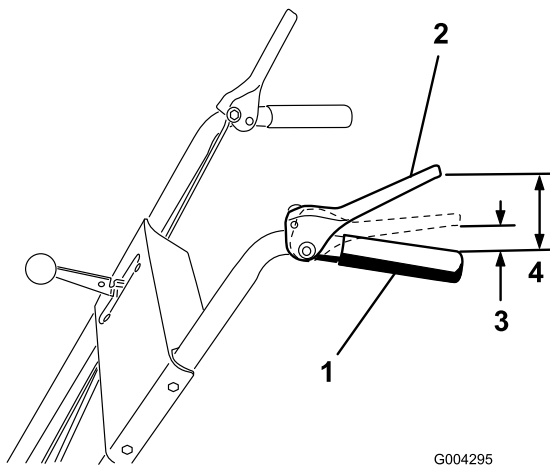

Figure 7
2. Déplacez les deux écrous à embase en haut ou en bas sur la tige de commande de déplacement jusqu'à ce que le haut de la poignée soit à environ 11,4 cm (4-1/2") du bas du levier de commande de déplacement comme illustré à la Figure 7.
Remarque: Le réglage est correct si les roues cessent de tourner en arrière quand 3 à 5 cm (1 à 2") séparent le haut de la poignée et le bas de la manette de commande de déplacement comme illustré à la Figure 7.